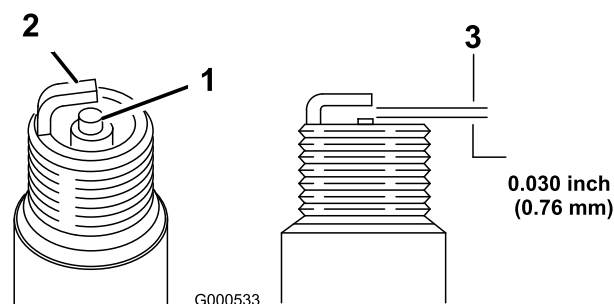

Figura 22
5. Fije el hueco entre los electrodos de la bujía en 0,76 mm (0,03 pulg.) (Figura 22).